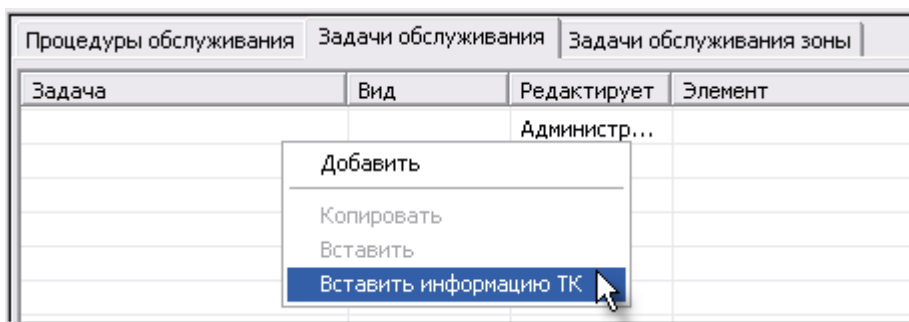

Рис. 2-66
4. В контекстном меню, вызванном на вкладке **Задачи обслуживания**, выберите пункт **Вставить информацию ТК** (рис. 2-66).